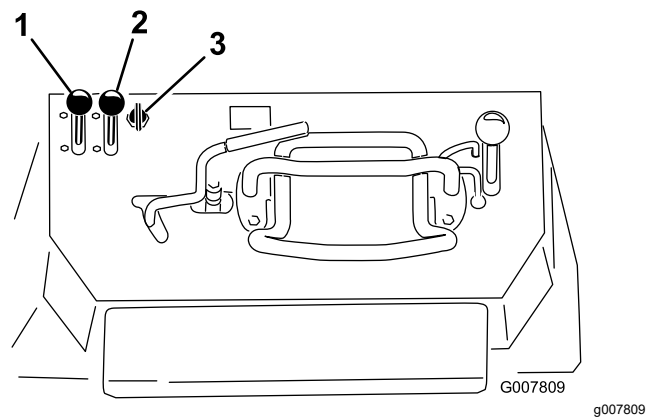

Figure 19
2. Placez la commande de starter en position EN SERVICE (Figure 19).
- Pour les modèles à démarrage électrique, tournez la clé à la position CONTACT (Figure 19). Relâchez la clé quand le moteur démarre.
4. Amenez progressivement la commande de starter en position HORS SERVICE (Figure 19). Si le moteur cale ou hésite, engagez de nouveau le starter jusqu'à ce que le moteur soit chaud.
5. Réglez la commande d'accélérateur à la position voulue (Figure 19).
1. Réglez la commande d'accélérateur à mi-course entre les positions BAS RÉGIME et HAUT RÉGIME (Figure 19).
2. Placez la commande d'accélérateur en position BAS RÉGIME (Figure 19).